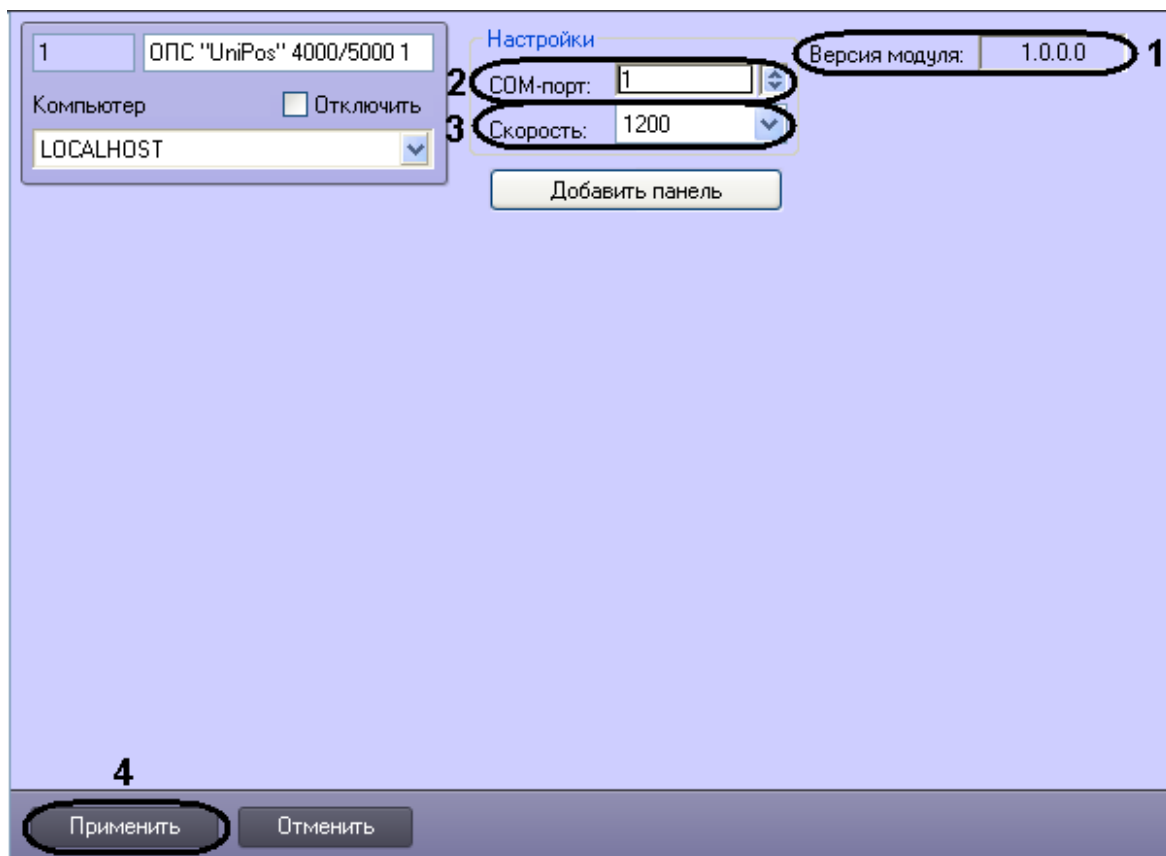

Рис. 3.2—2 Панель настроек объекта ОПС «UniPos» 4000/5000
Примечание. В поле **Версия модуля** отображается текущая версия модуля интеграции ОПС Unipos 4000/5000 (см. Рис. 3.2—2, 1).
2. В поле **COM-порт** установить с помощью кнопок **вверх-вниз** номер COM-порта, через который будет установлена связь с Сервером *Интеллект* (см. Рис. 3.2—2, 2).